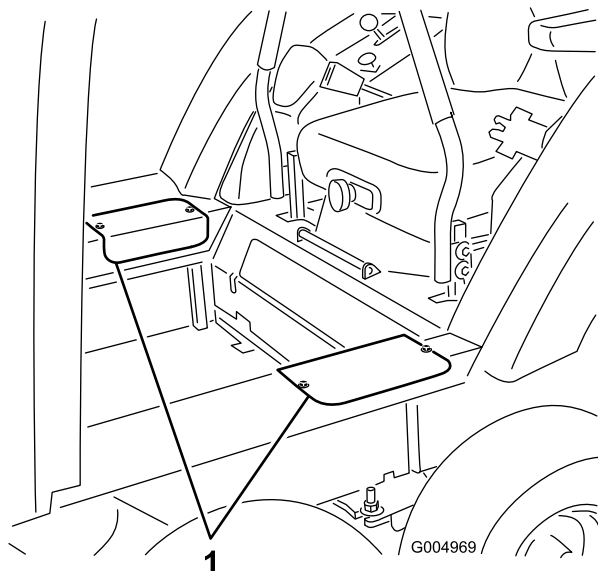

図 128
2. 各サイドアクセスカバーを固定しているねじ左右それぞれ2本を取ってカバーを外す 図 128。